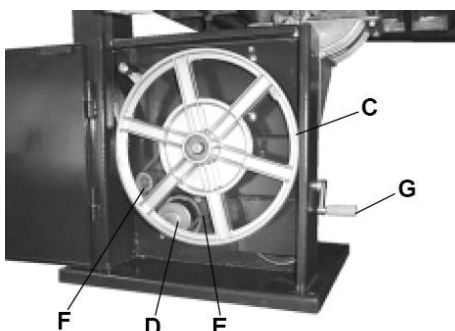

Рис. 24
#### Нижний шкив (С) Рис. 24
- Один шкив находится на промежуточной оси, а другой – на оси двигателя (D) (рис. 24).
- “V”-образный ремень (E) (Рис. 24) проходит через шкив на промежуточной оси, через шкив на оси двигателя и через плоский натяжной ролик (F) (Рис. 24).
- Натяжение ремня осуществляется с помощью рукоятки (G) (Рис. 24).